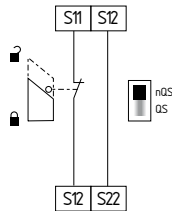

Fig. 12
**Circuito de monitoramento de porta de proteção de canal único com dispositivos de encravamento conforme EN ISO 14119 (ver Fig. 12)**